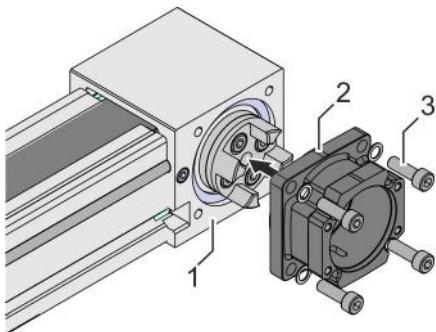

Fig. 19: Montar la caja de acoplamiento
7. ➤ Coloque la caja de acoplamiento (Fig. 19/2) sobre la polea (Fig. 19/1).
7. ➤ Apriete 4 tornillos (Fig. 19/3) en cruz por etapas: